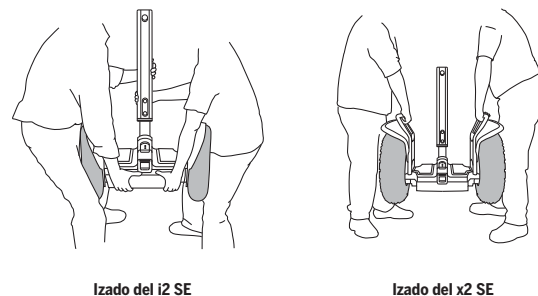

Ilustración 61: izado del Segway PT
3. Levante el transportador PT con las piernas y no con la espalda (consulte la **ilustración 61**).